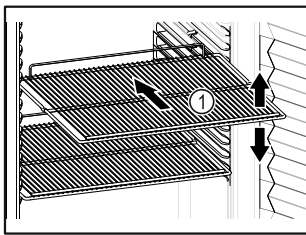

Fig. 30 Примерное изображение
- Если имеются решетчатые полки Fig. 30 (1), отрегулируйте высоту их установки.